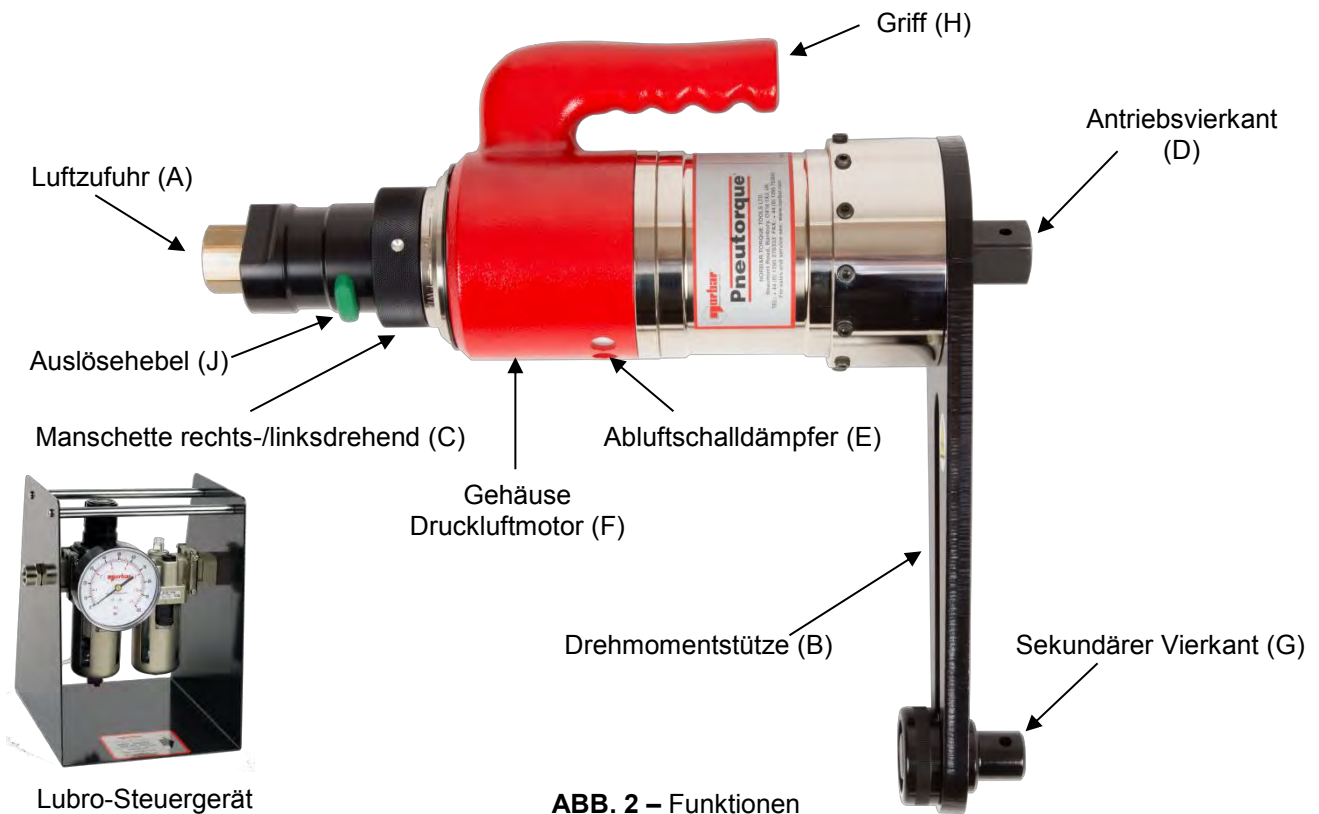

ABB. 2 – Funktionen
Montieren Sie den Griff (soweit mitgeliefert) an der Oberseite des Druckluftmotorgehäuses (Teil „F“ in Abb. 2). Stellen Sie den Griff so ein, dass das Gerät bequem gehalten werden kann. Ziehen Sie die Schrauben der Fassung fest an.
Befestigen Sie die Drehmomentplatte (Teil „B“ in Abb. 2) mit den mitgelieferten Schrauben am Gerät und ziehen Sie diese auf das an der Drehmomentstütze angegebene Anzugsdrehmoment fest. Wenn kein Anzugsdrehmoment angegeben ist, nehmen Sie die Werte aus der folgenden Tabelle:
5. Drücken und halten Sie den Auslösehebel (Teil „J“ in Abb. 2), und stellen Sie den Luftdruck an der Lubro-Steuereinheit ein, bis am Messgerät der richtige Wert angezeigt wird.